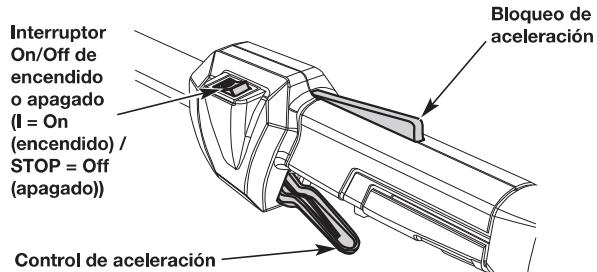

Fig. 7
El interruptor On/ Off de encendido y apagado se encuentra en la posición Encendido (I) en todo momento (Fig. 7).
7. Para aumentar la velocidad de corte de la recortadora, mantenga presionado el bloqueo del acelerador con una mano y luego presione el control del acelerador con la otra. Cuanto más apriete el control del acelerador, más aumentará la velocidad de corte (Fig. 7).
2. Presione y mantenga presionado el interruptor de On/ Off de encendido y apagado en la posición Apagado (O) hasta que el motor se detenga completamente (Fig. 7).